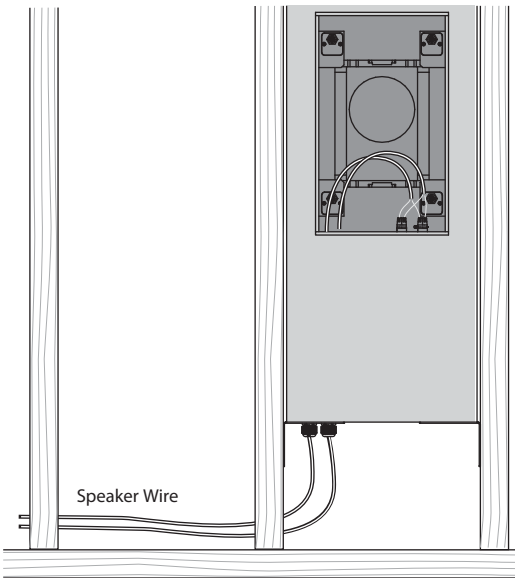

Fig. 4. Installation av högtalarkabel på baksidan av burken
2. Installera högtalarkabeln genom en av kabelgenomföringarna och lämna tillräckligt med slack för att göra anslutningarna (fig. 4). Dra åt kabelgenomföringen och fäst högtalarkabeln för att förhindra att den rör sig och skramlar under drift. Se till att högtalarkabeln inte kommer i kontakt med spikar eller skruvar som kan skada isoleringen. En andra kabelgenomföring tillhandahålls så att en andra högtalarkabel kan installeras.